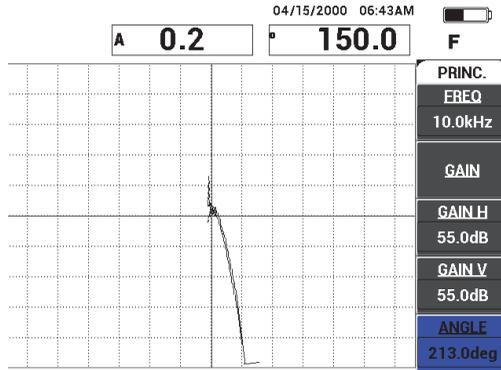

Figure 6-33 Réglage de l'angle du signal vers le haut
7. Appuyez sur la touche de menu MAIN (📶), et puis appuyez sur **ANGLE** (touche E) et réglez l'angle du signal de manière à ce que le signal du décollement soit dirigé vers le haut à  $90^\circ$  (voir la Figure 6-33 à la page 158).